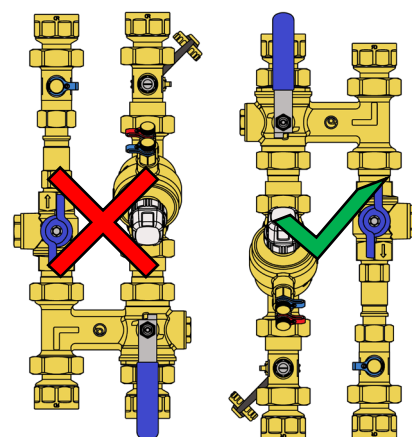

Fig.2
- ▲ Valvola FilterBall®: essendo la valvola dotata internamente di un filtro, essa non deve essere installata con orientazione del flusso dal basso verso l'alto: in tale condizione difatti le impurità catturate non avrebbero modo di depositarsi in corrispondenza del dispositivo. Qualsiasi altra posizione è consentita (**Fig.2**);